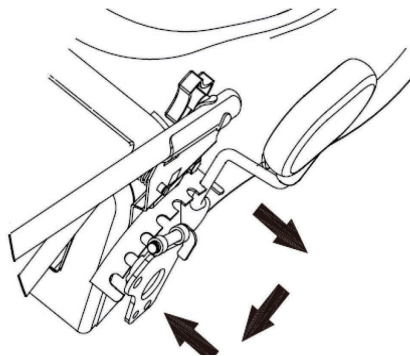

Рис. 10
- Выведите рычаг установки высоты кошения из зацепления, затем переместите его вперед или назад, чтобы отрегулировать высоту кошения (рис. 10).